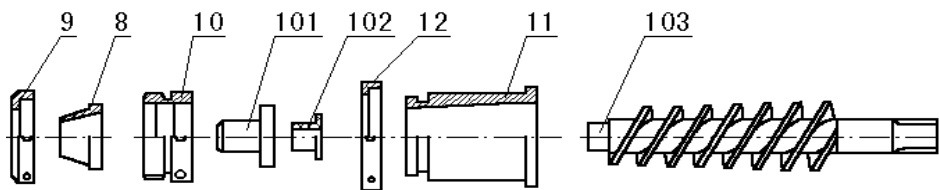

Рис.10
- Поверните формирующую головку (5) на 90 градусов;
- Удалите остатки сухой муки из бункера для муки (7) и нижней коробке, очистите формирующий стул, матрицу, верхний и нижний щитки от остатков муки, теста, фарша.
- Снимите гайку для регулирования толщины мучной оболочки (9), поставьте рукоятку муфты (21) для подачи фарша в положение “OFF”, включите аппарат и с помощью теста выдвиньте форсунку (8), затем выключите аппарат, отключите от электрической сети и отвинтите гайку для крепления внутреннего выхода теста
(10), снимите форсунку (101 Рис.10), промойте детали в тёплой воде.
- Снимите гайку крепления (12), включите аппарат и с помощью теста выдвиньте корпус тестозула (11), затем выключите аппарат и вытяните тестошник (103), промойте его в тёплой воде, удалите остатки теста в тестобункере (13) для предотвращения образования твёрдых кусочков теста и поврежденияпельменей при изготовлении.
- Отвинтите трубку фарша (16) по направлению, указанному на рис. 10, и промойте в растворе соды пищевой.